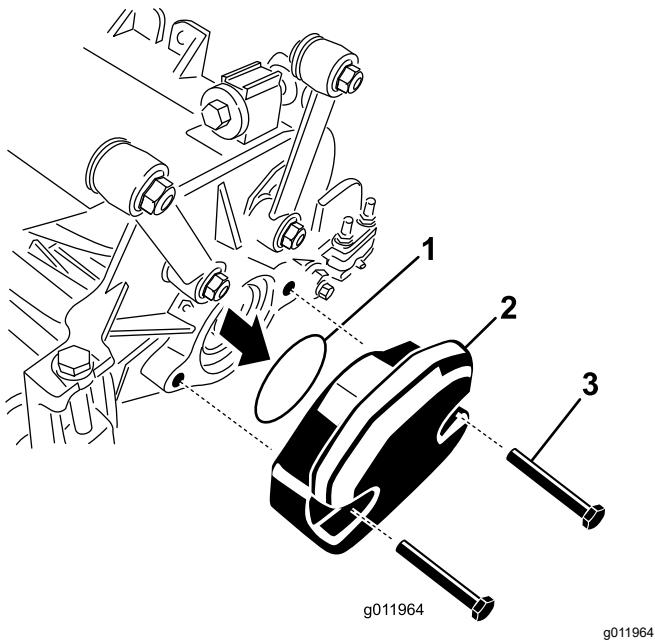

Figura 24
2. Rimuovete la zavorra e l'O-ring (Figura 24) dall'estremità interna dell'apparato di taglio destro.